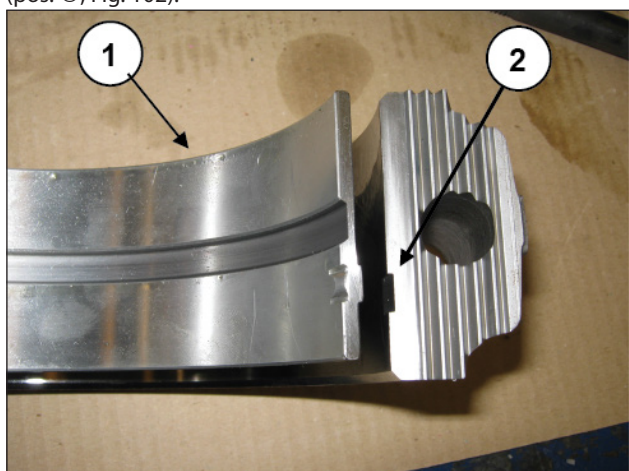

Fig. 102
Aplique os semi-rolamentos inferiores aos chapéus da haste (pos. ①, Fig. 102), certificando-se que a lingueta de referência dos semi-rolamentos esteja posicionada na caixa sobre a capa (pos. ②, Fig. 102).